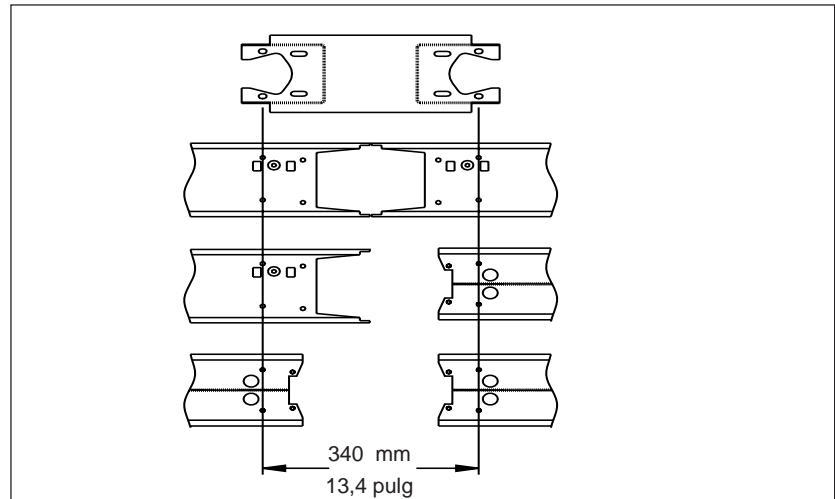

Figura 2: Separación para configuraciones varias de los extremos de unión
4. Asegúrese de que los electroductos estén alineados correctamente antes de intentar unirlos. Con la varilla enganchada en la pinza de apoyo, jale para deslizar y unir los electroductos hasta que se encuentren separados tal como se muestra en la figura 2.